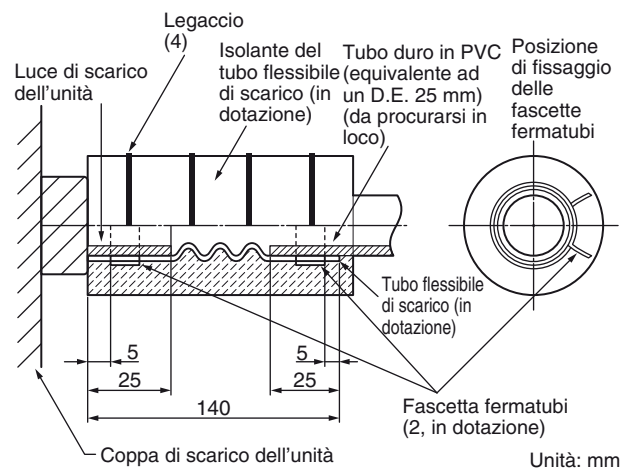

Fig. 3-22
- Collegare in modo che la fascetta di arresto del flessibile sia sul lato della luce di scarico. (Fig. 3-22)